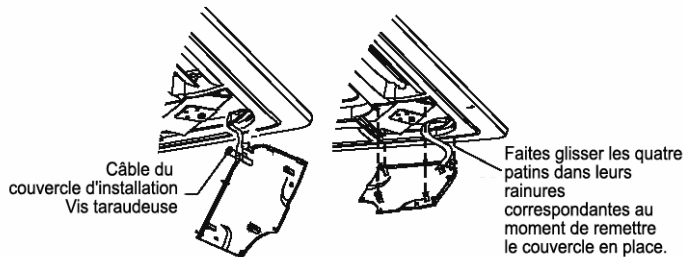

Figure 15
- a. Accrochez le câble du couvercle d'installation sur la vis correspondante. (cf. figure 15 gauche)
- b. Enfoncez doucement le couvercle d'installation dans le panneau. (cf. figure 15 droite)